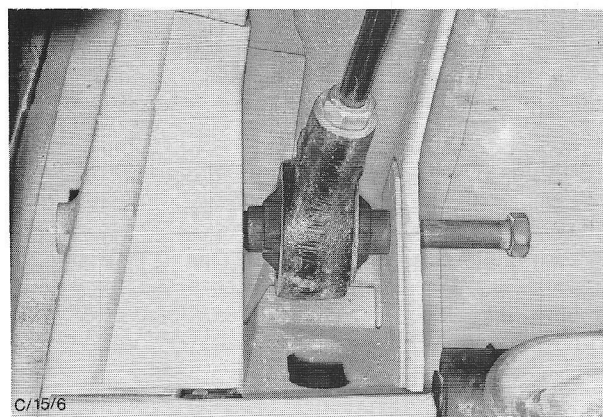

Fig.146 Bevestiging van de stabilisatorstang op de wagenbodem.
3. Maak de bevestiging van de stabilisatorstang los van de langsligger onder de wagenbodem (2 bouten met moeren) (fig.146). Draai de stabilisatorstang en verwijder hem vanaf die zijde.
4. Breng de stabilisatorstang vanaf de zijkant onder de wagen en monteer de bouten waarmee de stabilisatorstang aan de langsliggers is bevestigd (fig.146). Breng de veerringen en zelfborgende moeren aan maar draai ze nog niet vast.